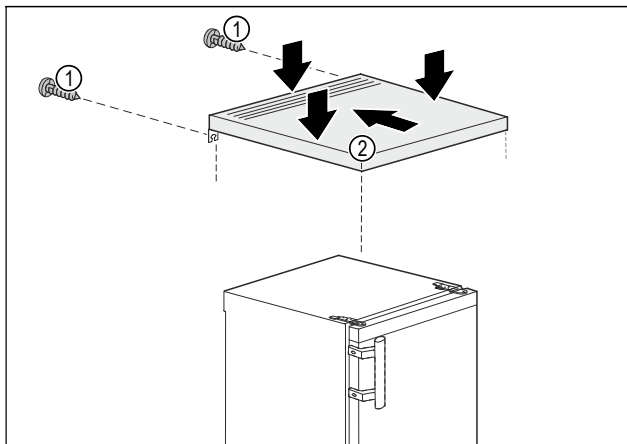

Fig. 4
- Posizionare il piano del tavolo Fig. 4 (2) sull'apparecchio.
- Spingere il piano del tavolo Fig. 4 (2) all'indietro.
- Premere il piano del tavolo Fig. 4 (2) dalla parte posteriore verso il basso.
- Stringere le viti Fig. 4 (1) sul retro.
- Il piano del tavolo Fig. 4 (2) è montato.